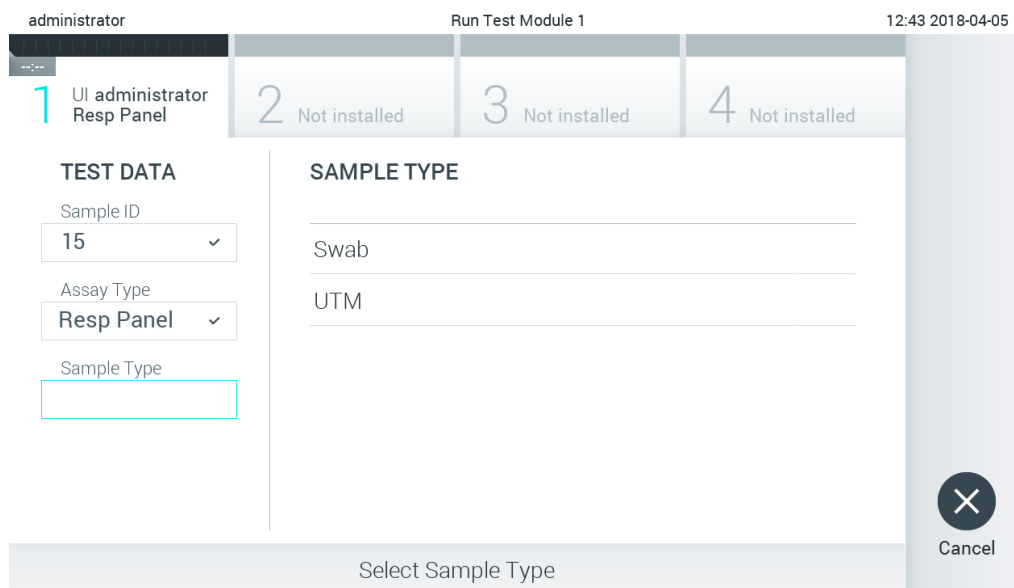

Рис. 78. Вибір типу зразка.
5. Поле **Assay Type** (Тип аналізу) буде заповнено автоматично, а якщо виникне потреба, заповніть його вручну, вибравши зі списку відповідний **Sample Type** (Тип зразка) (рис. 78).